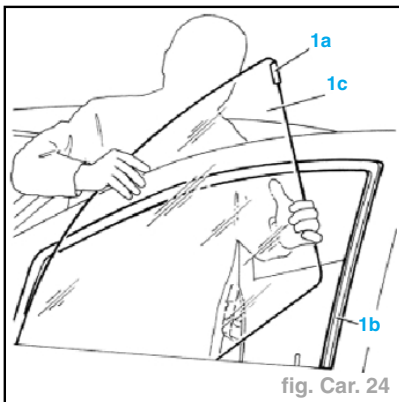

fig. Car. 24
- Déboîter l'élément de fixation (**1a**), tourner et extraire la glace (**1c**) de la porte (**1b**) (fig. Car. 24).